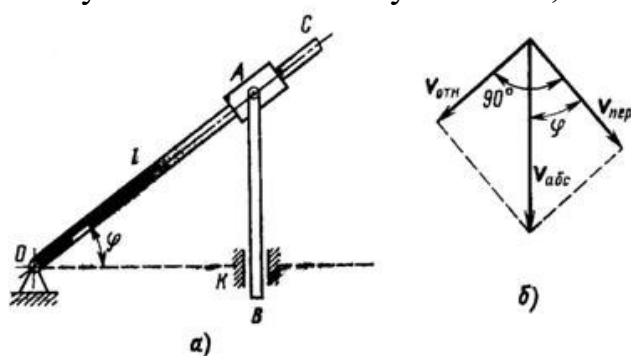

Рисунок 18
1. В кулисном механизме (рис. 18, а) кулиса ОС качается вокруг оси О, перпендикулярной плоскости чертежа. Ползун А перемещается вдоль кривошипа и приводит в возвратно-поступательное движение стержень АВ, который